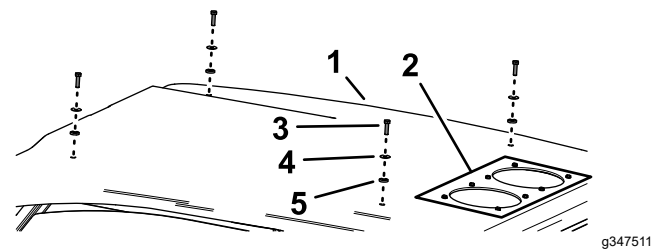

Figura 31
1. Retire los 4 pernos, las 4 arandelas y las 4 juntas que sujetan el techo a la cabina (Figura 31).
4. Monte el techo de la cabina con los 4 pernos, las 4 arandelas y las 4 juntas (Figura 31) que retiró en el paso 1.